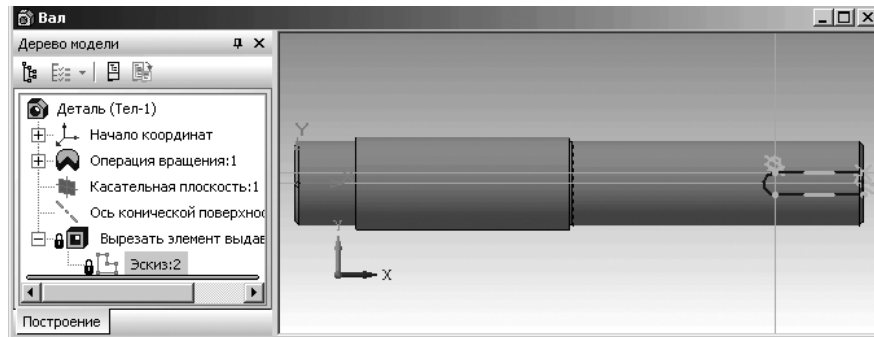

Рис. 2.140. Исходное состояние редактируемого эскиза – эскиза шпоночного паза
- щелкните в появившемся контекстном меню по пункту **Редактировать эскиз**. Система автоматически перейдет в режим редактирования выделенного эскиза. При этом в окне детали останутся только те элементы, которые находятся в окне **Дерево модели** перед редактируемым эскизом. Это состояние системы показано на рис. 2.140;